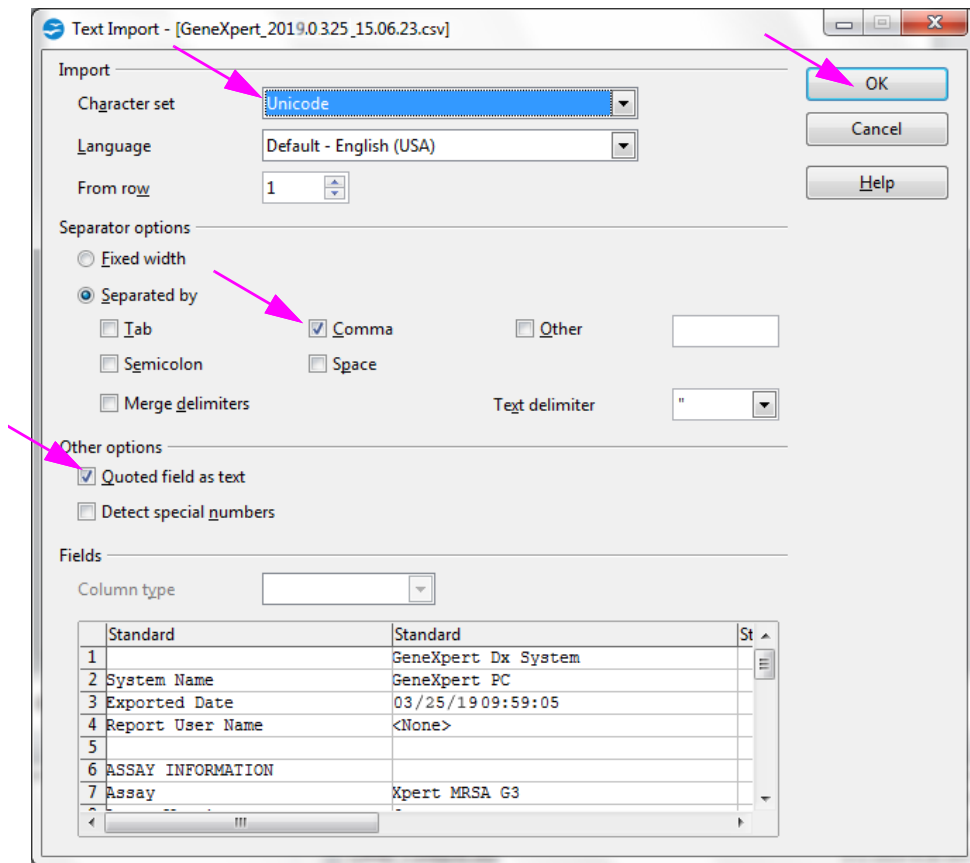

Figura 5-64. Pantalla Text Import (Importar texto) con nuevos ajustes seleccionados
2. Aparecerá la pantalla Text Import (Importar texto). En esta pantalla, asegúrese de que se hayan marcado las casillas de verificación situadas a la izquierda de **Comma (Coma)** y **Quoted field as text (Campo citado como texto)**. Consulte la figura 5-64.